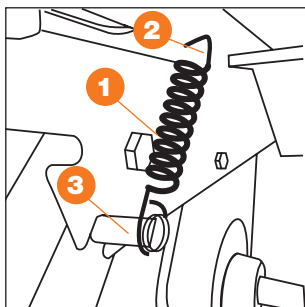

Рис. 2
1. Установка транспортировочного колеса (рис. 2, 2.1, 2.2).